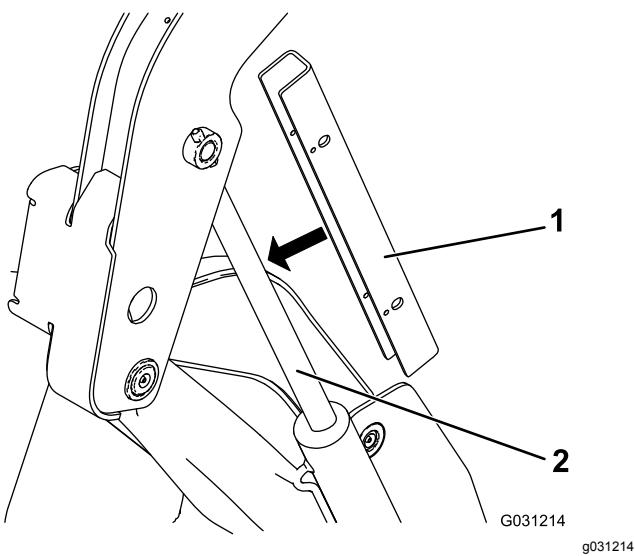

Bild 31
5. Schieben Sie das Zylinderschloss auf die Hubzylinderstange (Bild 31).